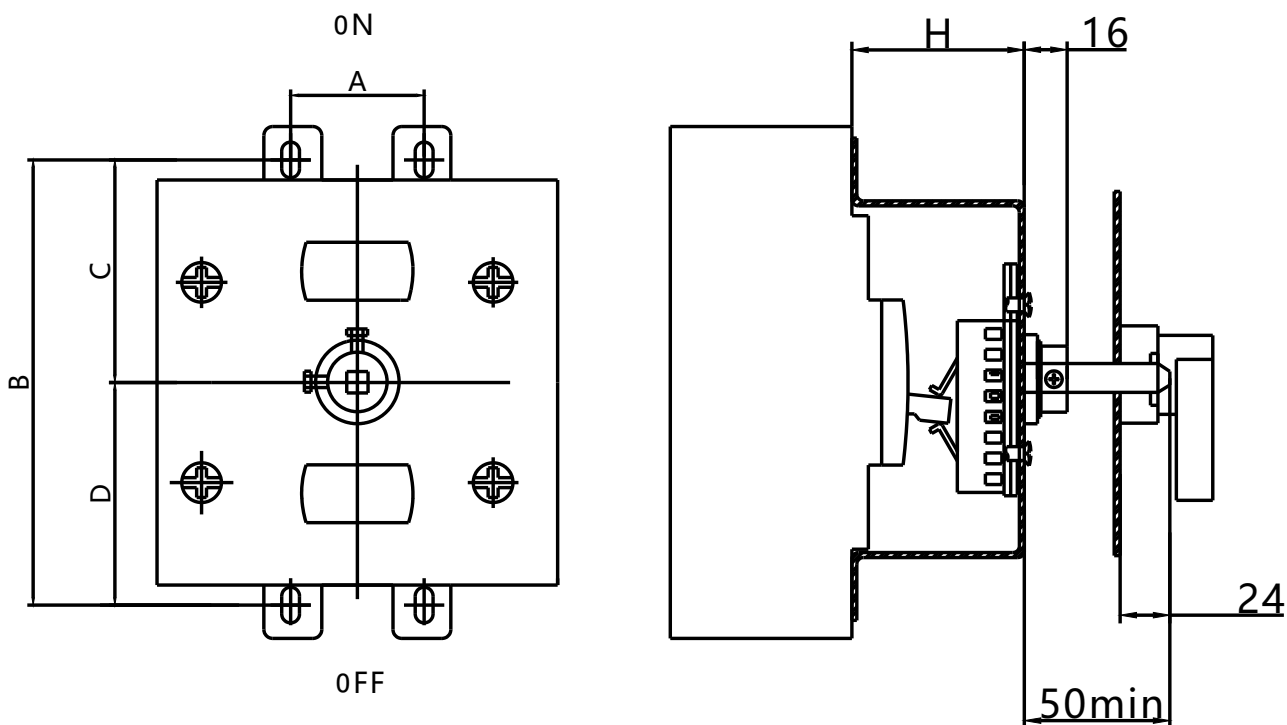

图7
6.2 SC1系列手操机构外形及安装尺寸(mm)图7, 表12